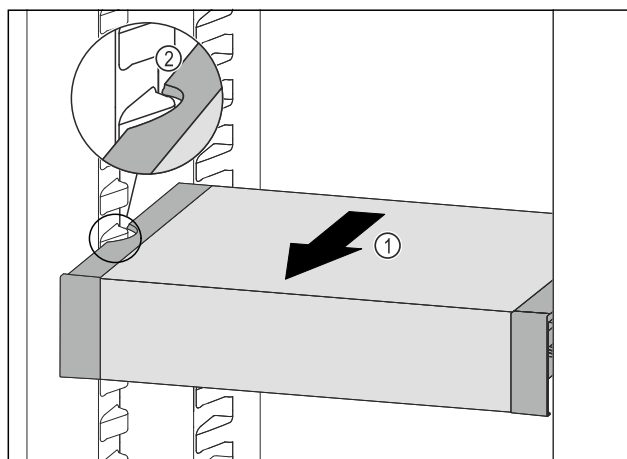

Fig. 123
- ▶ VarioSafe dras framåt Fig. 123 (1) tills sidofördjupningarna på VarioSafe är i samma nivå som behållarlisterna i kyldelen. Fig. 123 (2)